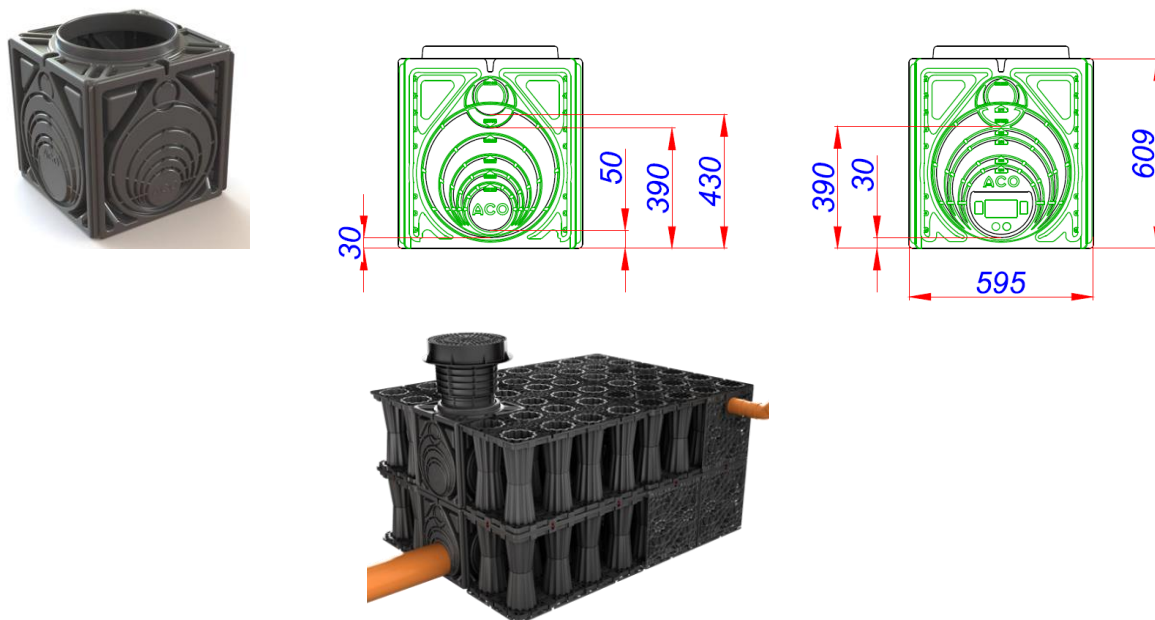

Рисунок 3.1 – Резервуар с инспекционным колодцем из специальных модулей
- с использованием специальных модулей инспекционных колодцев (см. рис. 3.1);